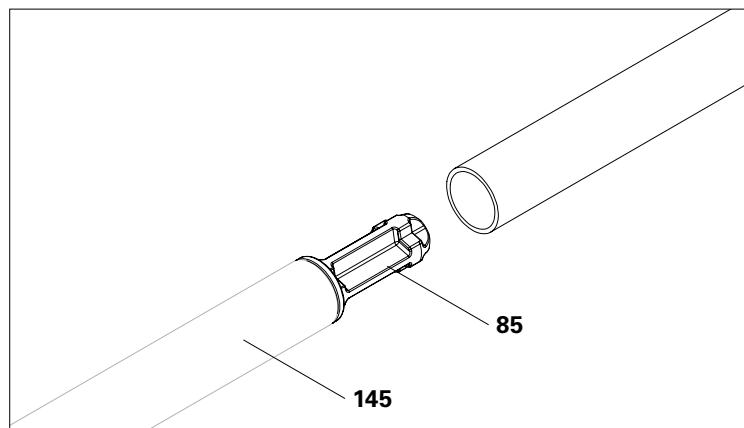

Abb. A10.07a
1. Rohrverbinder (**85**) in Gerüstrohr Ø 48,3 x 3,2 (**145**) einstecken. (Abb. A10.07a)